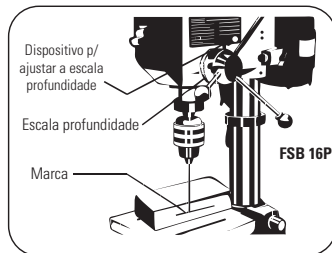

FIGURA 8.12
- Afrouxe o parafuso/porca da escala de profundidade (Figura 8.12).